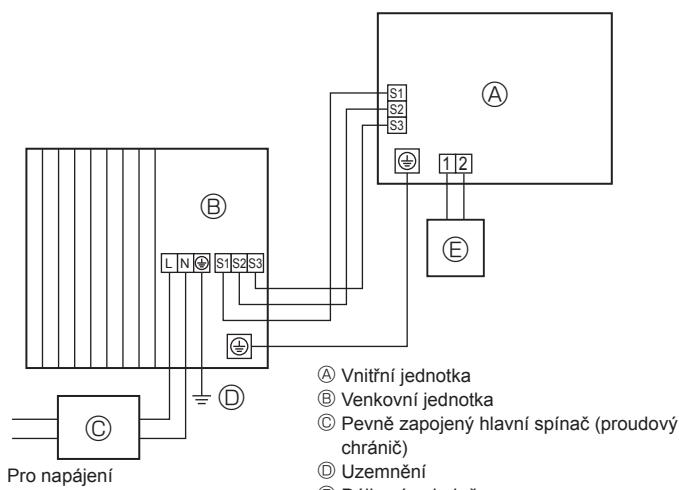
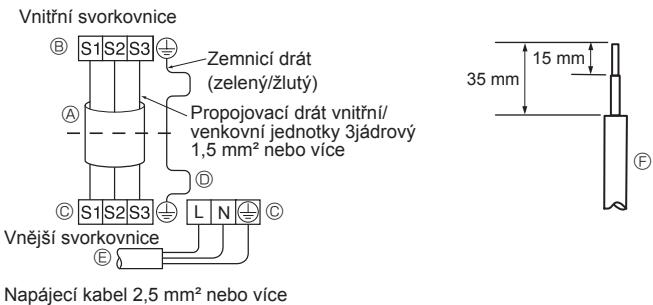
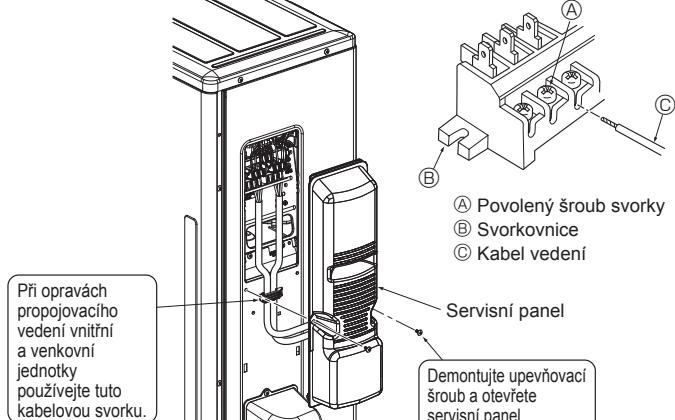

Fig. 6-1
Fig. 6-2
Fig. 6-3
6.1. Venkovní jednotka (Fig. 6-1, Fig. 6-2, Fig. 6-3)
- ① Sejměte servisní panel.
- ② Zapojte kabely podle ilustrací Fig. 6-1, Fig. 6-2 a Fig. 6-3.
- Provedte instalaci elektrického vedení podle schématu vlevo dole. (Kabel si opatřete místně) (Fig. 6-2)